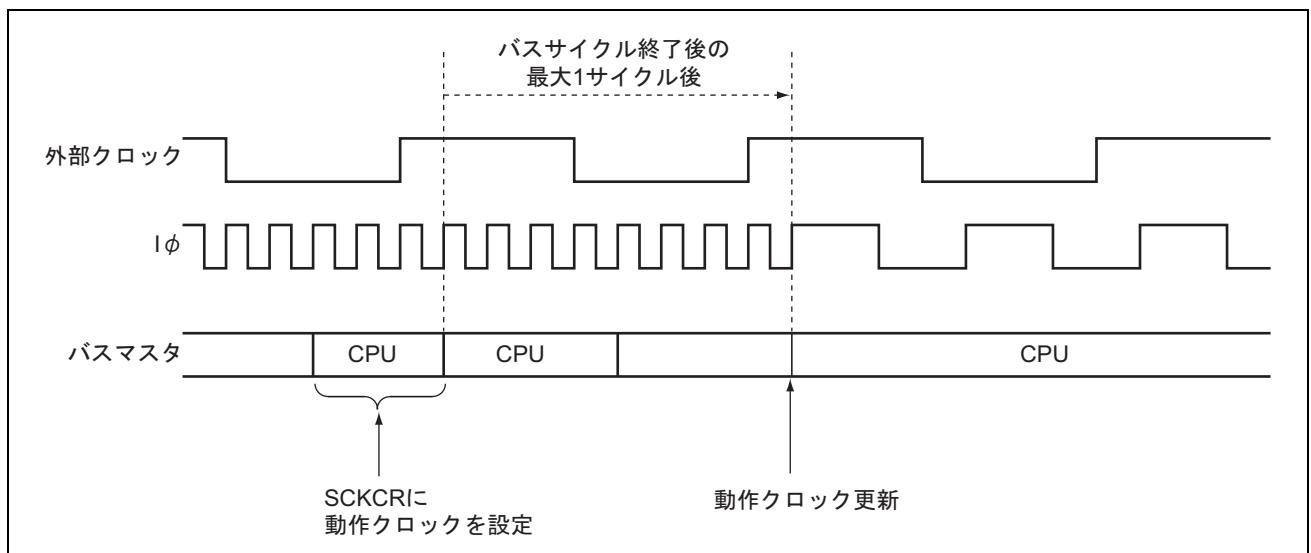

図 27.9 クロック変更タイミング
- 図27.9にクロック変更タイミングを示します。SCKCRに値をライトした後、現在実行しているバスサイクル終了を待ちます。そのバスサイクル終了後、外部入力クロック ϕ に対して最大1サイクル後に各クロックの周波数が変更されます。